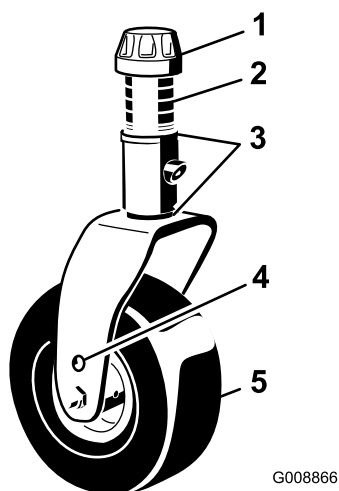
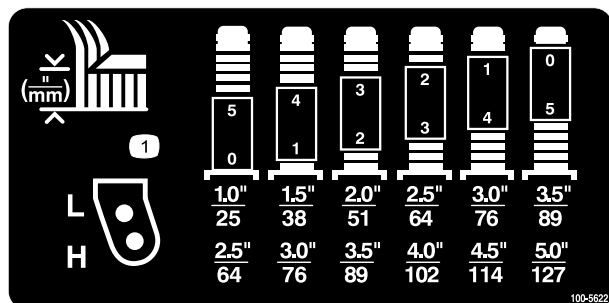

Figure 7
Figure 8
2. Placez les essieux des roues pivotantes dans les mêmes trous sur les deux fourches. Pour choisir les trous corrects pour la hauteur de coupe requise, reportez-vous à la Figure 7 et la Figure 8.
3. Enlevez le chapeau de tension de l'axe de pivot (Figure 7) et sortez l'axe du bras pivotant. Remplacez les 2 cales (3 mm) sur l'axe de pivot dans leur position d'origine. Elles sont requises pour que les plateaux de coupe soient parfaitement de niveau sur toute la largeur. Placez le nombre requis d'entretoises de 13 mm sur l'axe de pivot pour obtenir la hauteur de coupe voulue, puis ajoutez la rondelle.
Pour déterminer les combinaisons d'entretoises requises pour les différentes hauteurs de coupe, reportez-vous à la Figure 8.